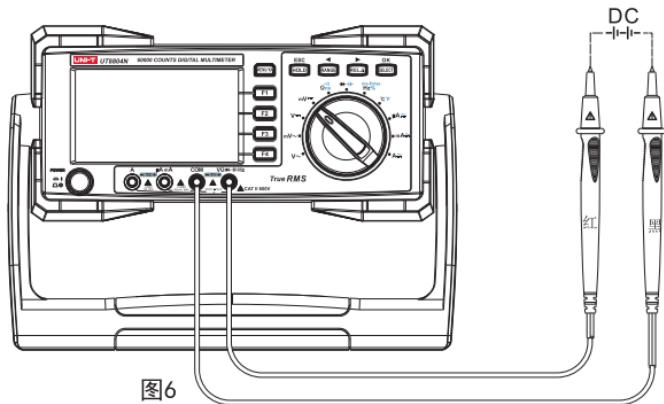

图6
- (1) 将红表笔插入 "V" 插孔，黑表笔插入 "COM" 插孔。
- (2) 将仪表的旋转开关转到 $mV \cdot \cdot \cdot$ ，如图6，将表笔并联待测电源或负载上。